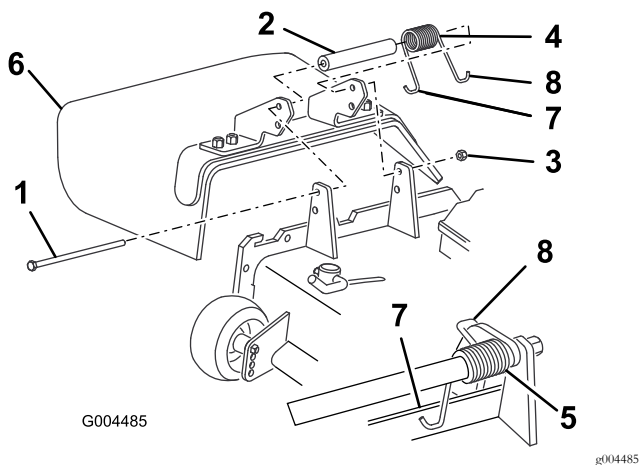

图25
2. 卸下将折流板固定到枢轴支架的锁紧螺母、螺栓、弹簧和隔片图25。拆下损坏或磨损的草折流板。
- 将隔片和弹簧放在更换草折流板支架中间图25。将弹簧左侧J型吊钩端放在剪草机边缘的后面。
**注意** 确保弹簧的左侧J型吊钩端安装在剪草机边缘的后面安装按图25所示安装螺栓。
- 安装螺栓和螺母。将弹簧右侧J型吊钩端放在草折流板旁边图25。